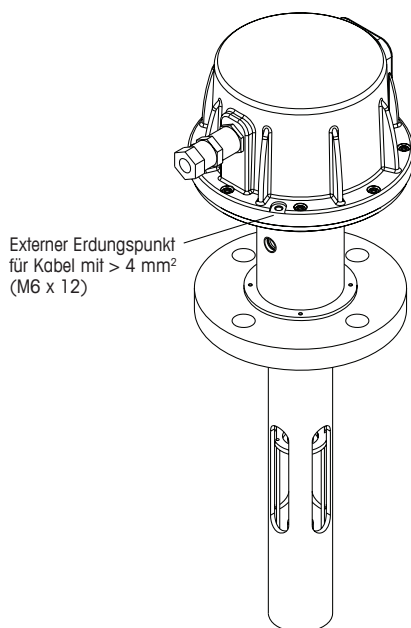

Abbildung 48 Externer Erdungspunkt. Prozessanschluss mit standardmäßig gespülter Lanze (SP)
- Der GPro 500 ist mit einer der Schrauben für die Abdeckung des Sensorkopfs an ein externes Schutzerdungssystem anzuschließen (siehe Abbildung 48 auf Seite 88).